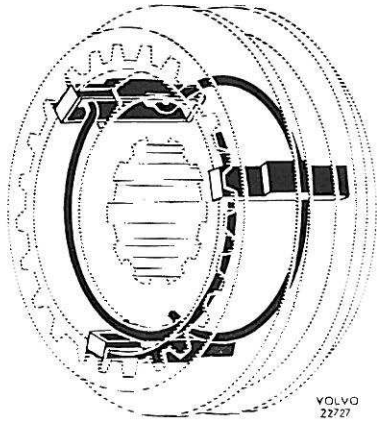
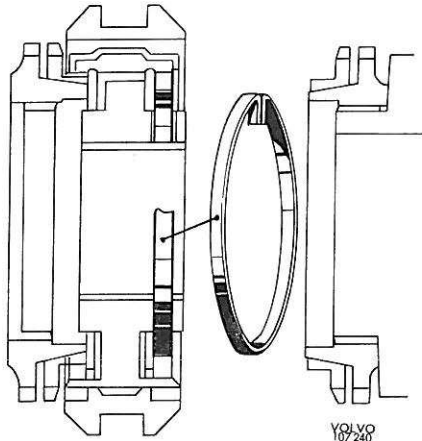

Figure 20. Remontage d'un synchronesh
Figure 21. Montage de l'anneau élastique
1. Réassembler les synchroneshs de 1ère et 2ème, de 3ème et 4ème vitesses. Monter les anneaux élastiques correctement, voir figure 20. Remonter les anneaux élastiques de freinage (nouveau modèle) dans le moyeu de synchronesh de 3ème et 4ème vitesses en se référant à la figure 21.